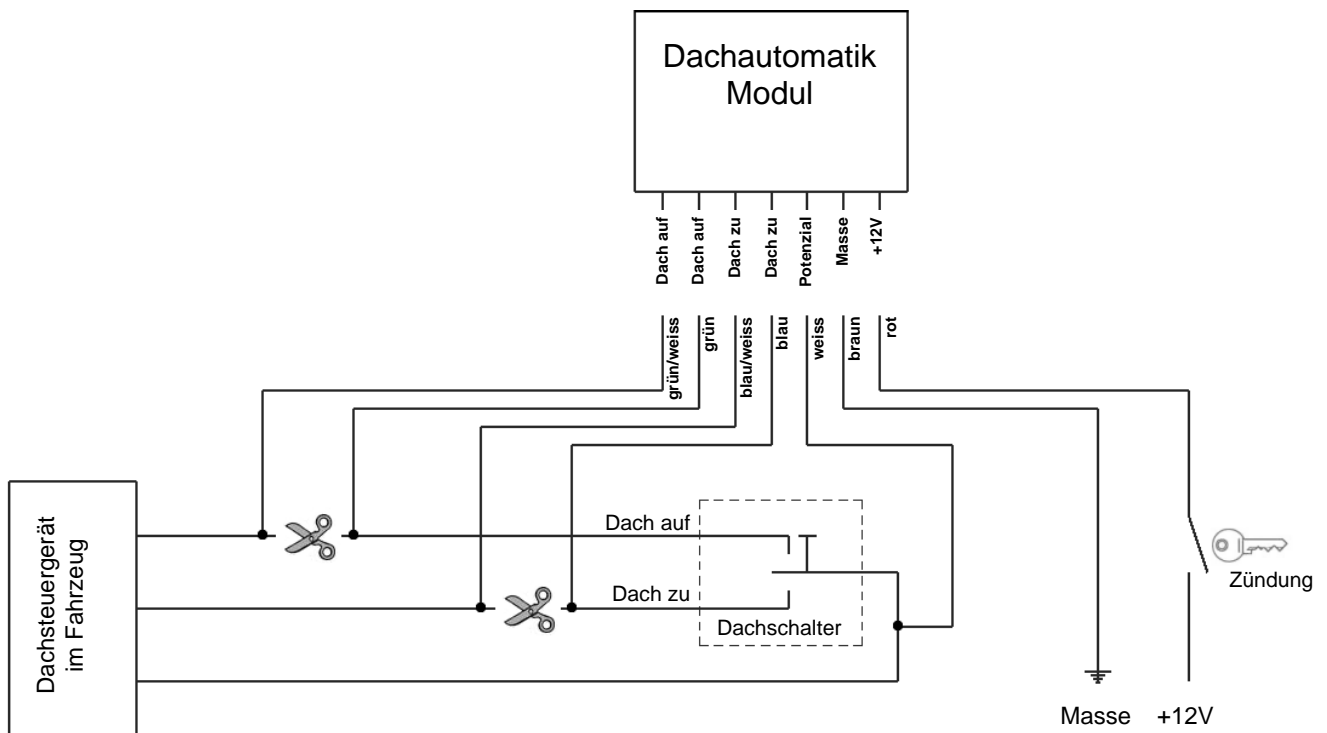

Bild 2
Das nachfolgende Bild 2 zeigt, wie das Dachautomatik Modul in die Fahrzeugelektronik integriert wird. Achten Sie darauf, dass alle Leitungen richtig angeschlossen werden. Ein falsches Anschliessen kann das Modul, oder sogar das Steuergerät des Fahrzeugs zerstören. Die Leitungen bestehen komplett aus FLRY-A Leitungen. FLRY Leitungen sind Leitungen, die speziell für den Fahrzeugbau hergestellt werden. Alle Leitungen in einem Fahrzeug bestehen aus FLRY-Leitungen.
- Verbinden Sie die Steuerleitungen wie folgt (siehe auch Bild 2):